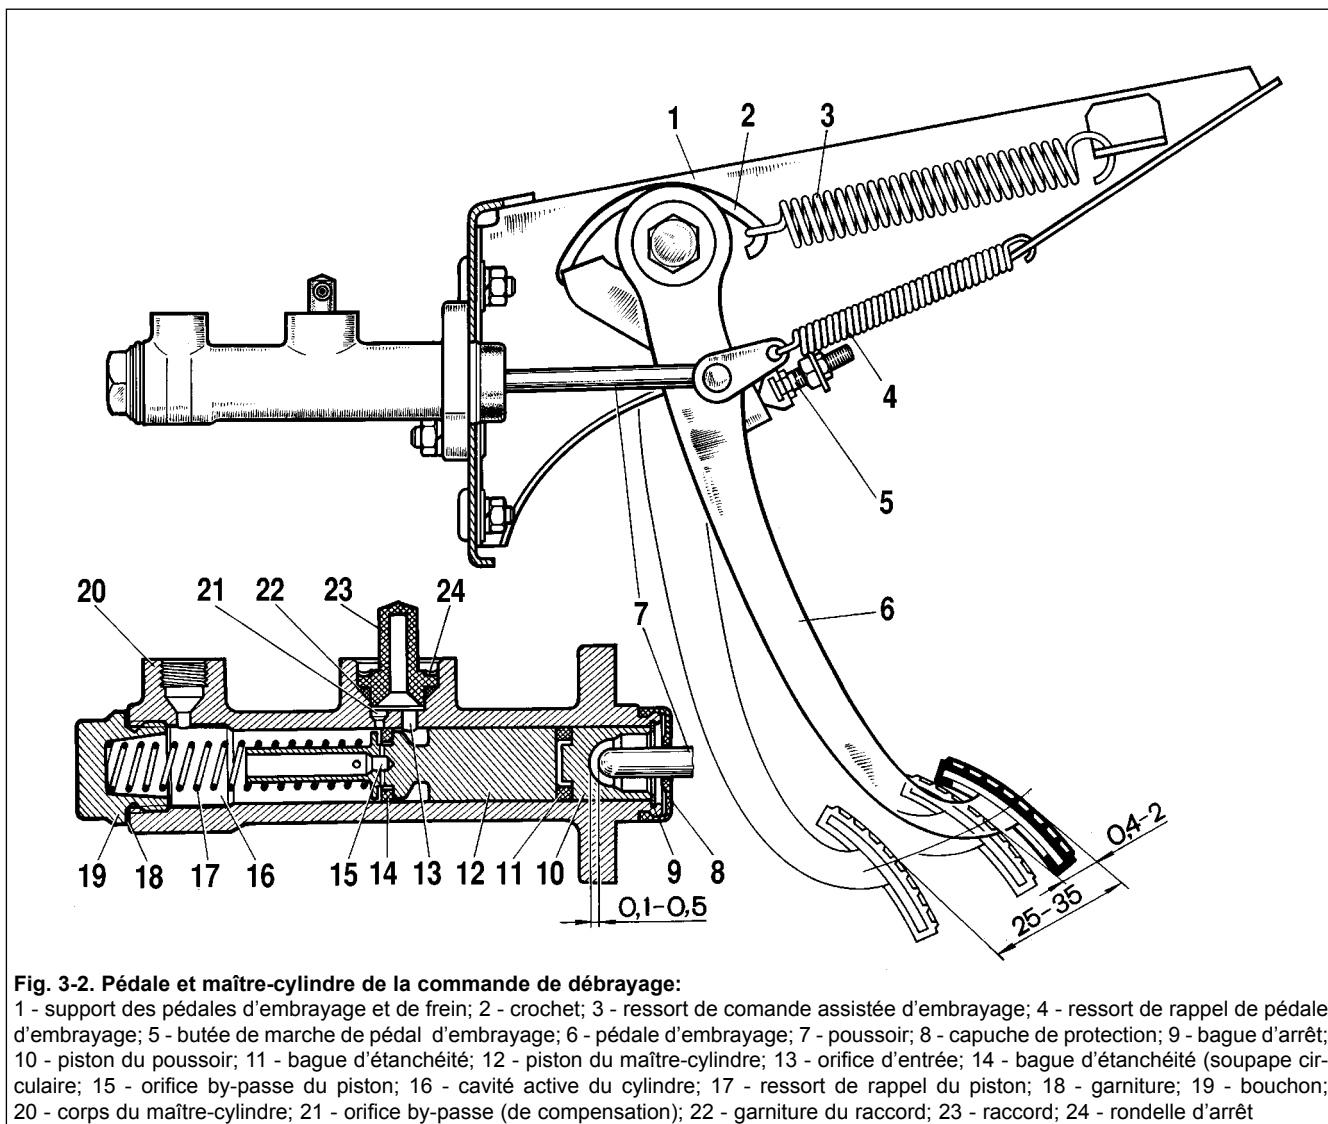

Fig. 3-2. Pédale et maître-cylindre de la commande de débrayage:
- assurer le jeu 0,1-0,5 mm entre le poussoir et le piston du maître-cylindre (fig. 3-2). Si le débrayage complet s'impose, ce jeu est réglé par le limiteur 5 de la pédale de débrayage. Le jeu est défini par la course de garde à la pédale, ce qui compose 0,4-2 mm.